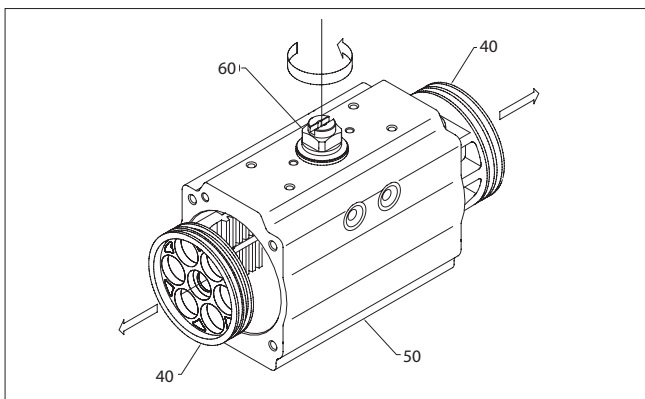

Abb. 6.
- C. Nehmen Sie die O-Ringe (14) an den Endkappen ab und entsorgen Sie sie, falls Sie alle weichen Teilen ersetzen.
4. Demontage des Kolbens (40), (Abbildung 6):
- A. Spannen Sie das Gehäuse (50) in einen Schraubstock oder in eine ähnliche Vorrichtung, und drehen Sie die Antriebswelle (60), bis die Kolben (40) gelöst sind.